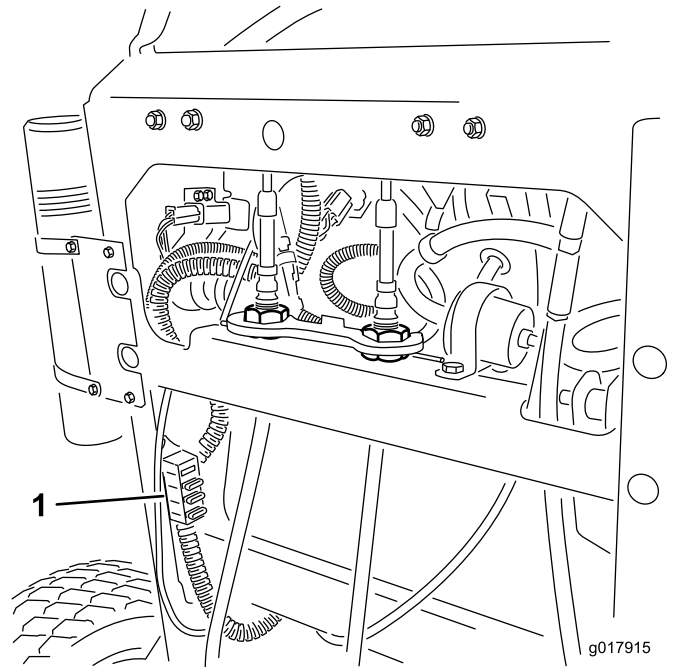

Figure 55
2. Tirez le fusible pour le sortir ou le remplacer (Figure 55).
**Remarque:** Veillez à utiliser un fusible du bon calibre Figure 55.